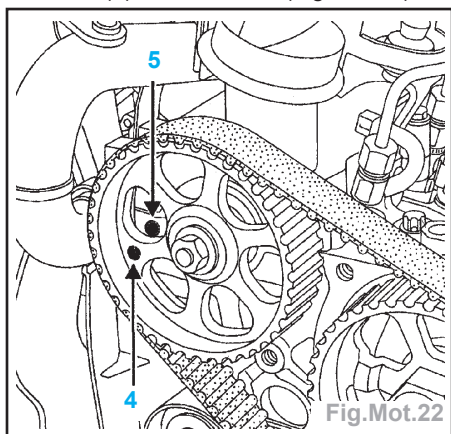

Fig.Mot.22
- Déclipper les trois languettes (2).
- Tourner le moteur pour positionner le trou (4) de la poulie d'arbre à cames en face du trou (5) de la culasse (Fig.Mot.22).